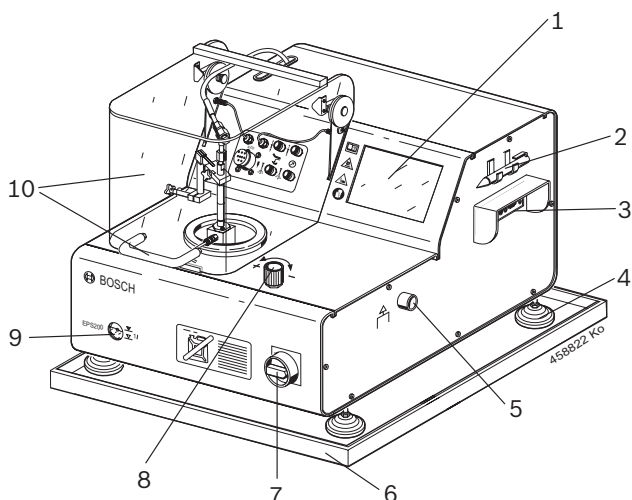
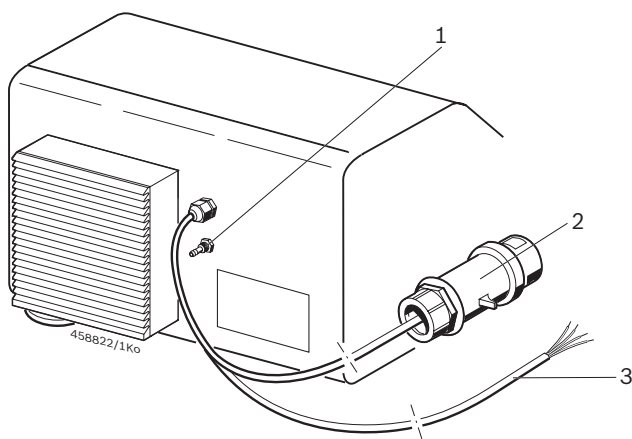

Fig. 1: Vista de frente
Fig. 2: Vista de trás
A aspiração interna do EPS 200 liga-se automaticamente durante o teste da forma do jato. Isto pressupõe que o ar comprimido esteja ligado à parte de trás do aparelho (fig. 2, pos. 1). Os vapores da neblina de óleo que se formam durante a injeção aberta são aspirados na câmara do jato e filtrados internamente. A intensidade de aspiração é ajustada com o regulador de aspiração (fig. 1, pos. 8).
¶ Para a neblina de óleo residual, é aconselhável ligar, além disso, um aparelho de aspiração e de filtragem de neblina de óleo à conexão para aspiração externa (fig. 1, pos. 5).